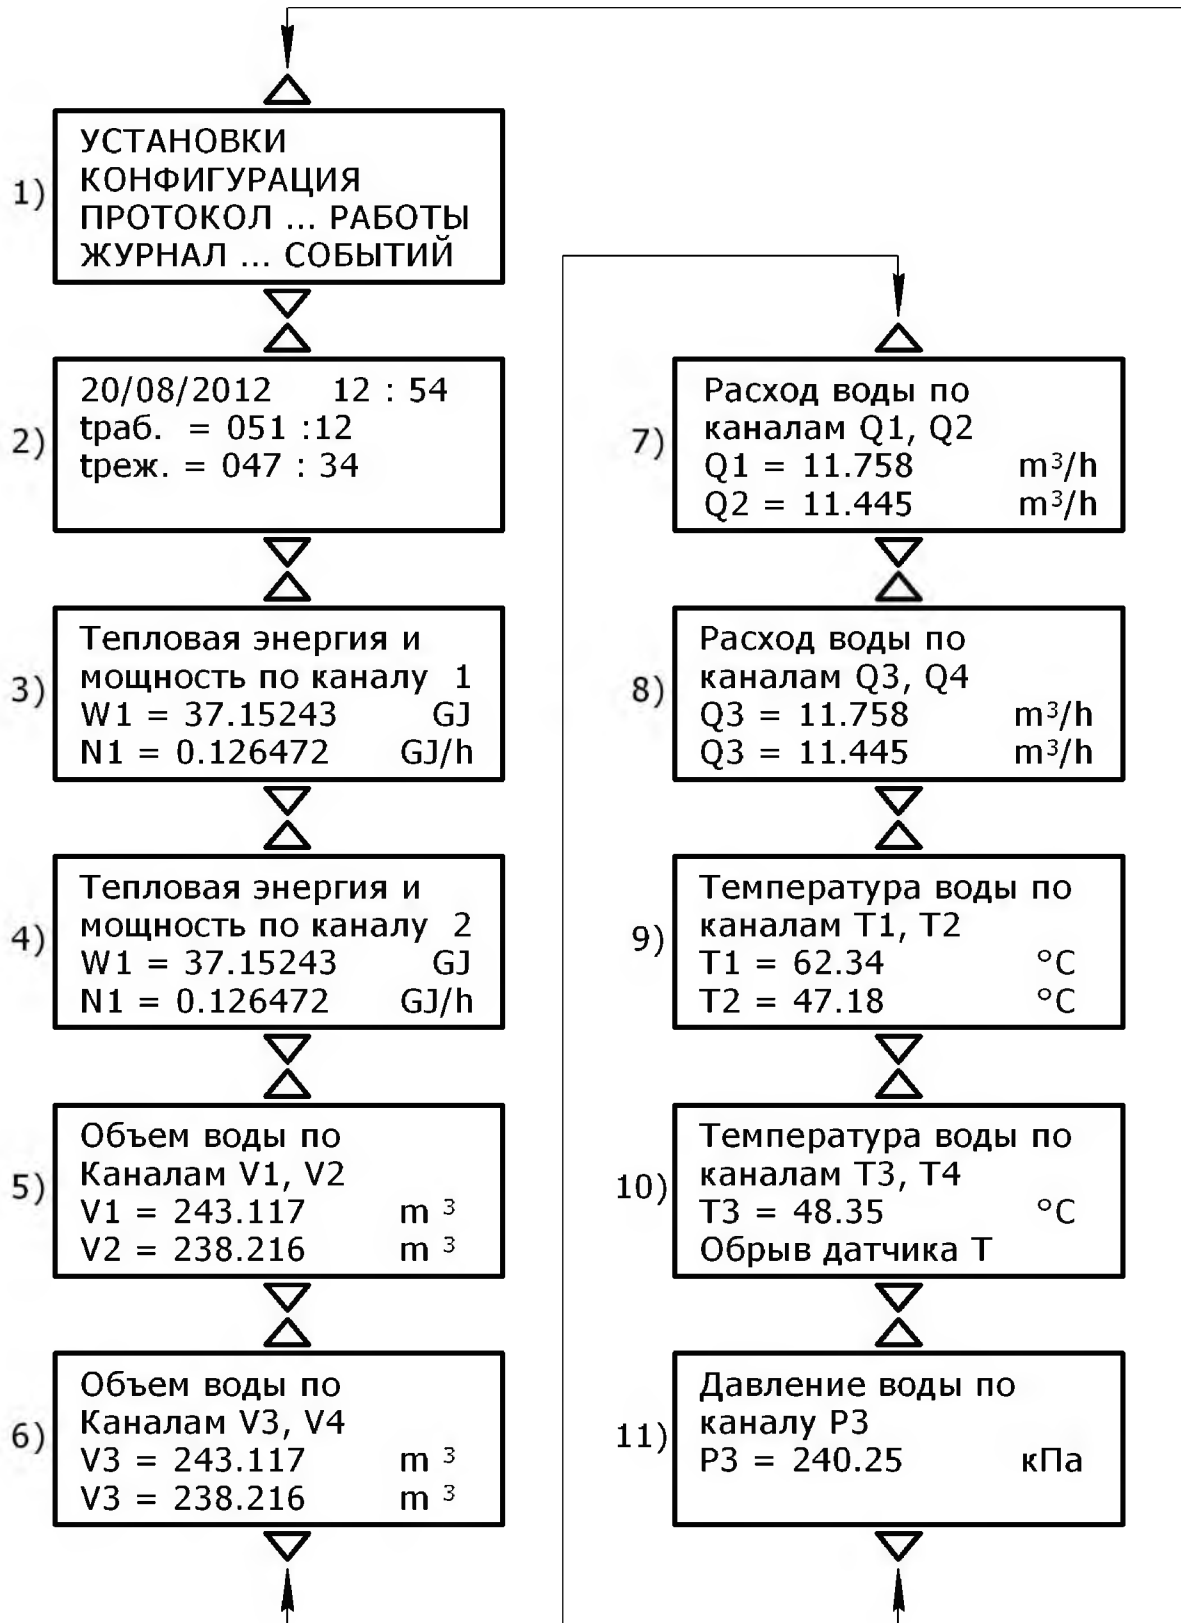

Рисунок 1
После тестирования вычислителя индикатор ! гаснет и на дисплее индицируется текущая дата и время (поз. 2 рисунок 1).
Вся информация о работе вычислителя организована в виде системы сообщений и меню, отображаемых на дисплее вычислителя. Просмотр сообщений осуществляется клавишами «▲» (вверх) и «▼» (вниз), для входа в меню используется клавиша «Е» (вход). Клавиша «R» (возврат) используется для выхода из меню, а также для перехода к индикации текущей даты и времени (поз. 2 рисунок 1). Схема переходов между сообщениями со ссылками на пункты РЭ показана на рисунке 1. Количество сообщений зависит от выбранной схемы учета тепла и наличия задействованных каналов измерения параметров теплоносителя.
Текущая дата и время (поз. 2 рисунок 1) являются первым сообщением, которое появляется на дисплее после тестирования вычислителя при включении питания. Данное сообщение можно получить последовательным нажатием клавиши «R», находясь в любом меню и при индикации любого сообщения.
Потребленная тепловая энергия и мощность **W1** и **N1** (поз. 3 рисунок 1), а также **W2** и **N2** (поз.4 рисунок 1) индицируются с начала отчетного периода как в стандартных единицах СИ (GJ), так и в единицах, принятых в теплоэнергетике (Gcal). Переход от одних единиц к другим осуществляется при помощи любой из клавиш «◀» или «▶» во время индикации тепловой энергии.
Объемы воды по каналам **V_{m1}**, **V_{m2}** (поз. 5 рисунок 1) индицируются с начала отчетного периода и могут быть представлены либо в единицах объема (м^3), либо в единицах массы (t). Переход от одних единиц к другим осуществляется при помощи любой из клавиш «◀» или «▶». По достижении даты отчетного периода накопленные объем и масса воды по каналам **V_{m1}**, **V_{m2}** записываются в **месячный архив**, а их текущие значения обнуляются.
Объем воды по каналу **V_{m3}** (поз. 6 рисунок 1), в зависимости от конфигурации, индицируется аналогично каналам **V_{m1}** и **V_{m2}**. Объем воды по каналам **V1**, **V2**, **V3** и **V4** индицируется с начала отчетного периода только в единицах объема. По достижении даты отчетного периода накопленные объемы воды по каналам **V1**, **V2**, **V3**, **V4** записываются в **месячный архив**, а их текущие значения обнуляются.
Расходы воды **Q1**, **Q2** (поз. 7 рисунок 1) по каналам **V_{m1}**, **V_{m2}**, **V1**, **V2** рассчитываются по накопленному объему за интервал времени, заданный «установкой» «Время расчета Q1 (Q2)», и могут быть представлены либо в единицах объема, $\text{м}^3/\text{h}$, либо в единицах массы, t/h (каналы **V_{m1}**, **V_{m2}**). Переход от одних единиц к другим осуществляется при помощи любой из клавиш «◀» или «▶».
Расход воды **Q3** (поз. 8 рисунок 1), в зависимости от конфигурации, индицируется аналогично каналам **Q1** и **Q2**. Расход воды **Q4** по каналу **V4** рассчитывается аналогично расходам **Q1**, **Q2** и индицируется только в единицах объема, m^3/h .
Температура воды (поз. 9 рисунок 1) по каналам **T1**, **T2** рассчитывается по данным от резистивных датчиков температуры за интервал времени 10 с. Температура воды по каналам **T3**, **T4** рассчитывается по данным датчиков температуры с токовым выходом за интервал времени 10 с. В случае отсутствия датчика температуры (или обрыва линии связи с датчиком) вместо данных температуры индицируется сообщение «Обрыв датчика T».
Давление воды по каналу **P3** (поз.11 рисунок 1) может быть изменено с помощью датчика давления с токовым выходом или задано константой, которая при выпуске из производства устанавливается равной 400 кПа и, при необходимости, может быть изменена представителем сервисной организации через меню «КОНФИГУРАЦИЯ» по данным манометра в месте установки датчика расхода по каналу **V3**.
Сервисные функции вычислителя включают в себя просмотр конфигурации (исполнения) счетчика, выбор требуемых параметров работы вычислителя, получение протокола работы счетчика, просмотр и распечатку аварийных ситуаций. Управление сервисными функциями осуществляется с помощью четырех меню: «УСТАНОВКИ», «КОНФИГУРАЦИЯ», «ПРОТОКОЛ...РАБОТЫ», «ЖУРНАЛ...СОБЫТИЙ» (поз. 1 рисунок 1).
Уставка «Автоиндикация» задает время отображения (в секундах) сообщений дисплея позиций 2 – 11 рисунок 1. При значении данной уставки «00» режим автоиндикации отменяется, просмотр данных при этом осуществляется в ручном режиме клавишами «▲» и «▼». Минимальное значение времени автоиндикации – 2 с, максимальное – 99 с. При ненулевом значении времени автоиндикации нажатие клавиш «▲» или «▼» приводит к однократной задержке автоматического отображения сообщений на время 300 с.